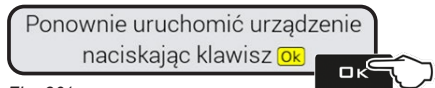

Fig. 301
- Komunikat na Fig. 301 wyswietlił się na wyświetlaczu na zakończenie ładowania. Ponownie uruchomić urządzenie naciskając przycisk **OK**.